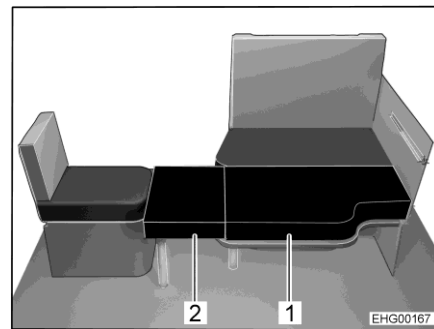
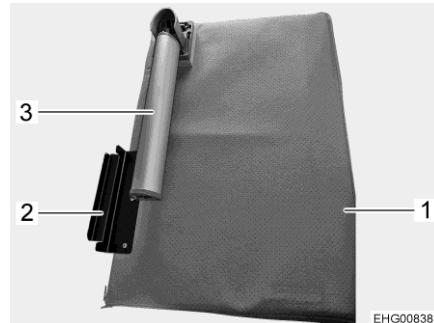

Bild 129 Nach dem Umbau
Bild 130 Zusatzbrett
- Fußstütze (Bild 130,3) am Zusatzbrett (Bild 130,1) ausklappen.
- Haltewinkel (Bild 130,2) des Zusatzbretts am Einzelsitz einhängen und Zusatzpolster (Bild 129,2) auf die Tischplatte legen.
- Zweites Zusatzpolster (Bild 129,1) auf die Tischplatte legen.